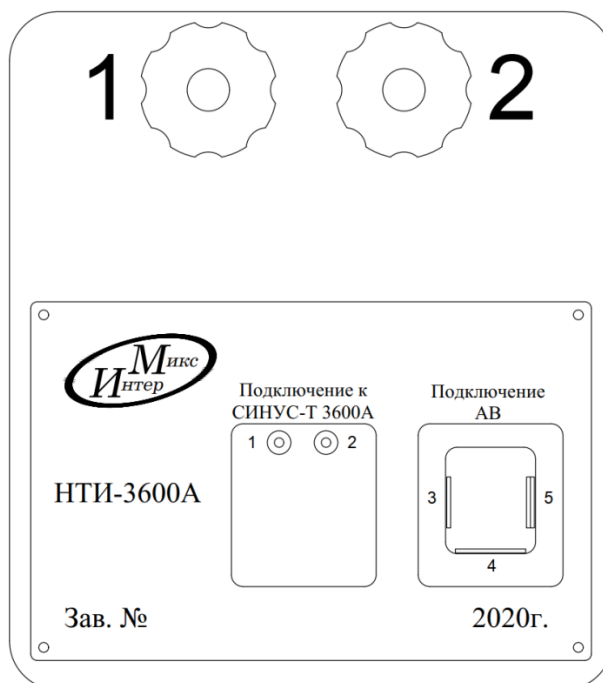

Рис. 4. Передняя панель НТИ-3600А
- На рис. 4 показаны клеммы (1 и 2) для соединения с пультом управления (СИНУС-Т 3600А).